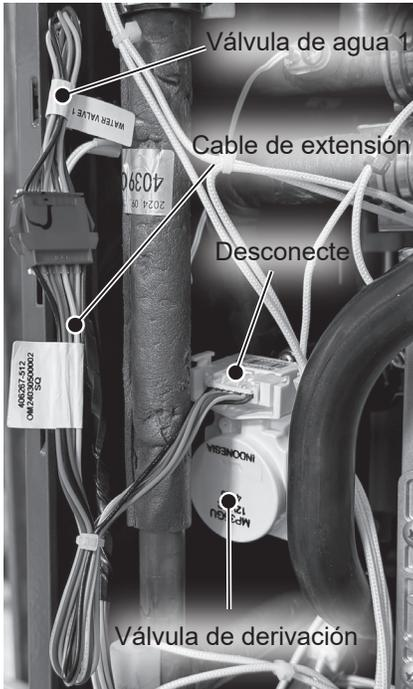

Figura 44 - Desconexión de la válvula de agua 1 y el cable de extensión
- 22** Ubique el mazo de cables de la válvula de agua 1 y el cable de extensión conectado a la válvula de derivación. Desconecte el cableado en la válvula de derivación. Consulte la Figura 44.